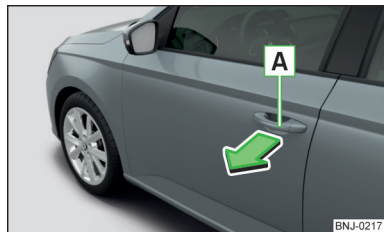

Fig. 47
- Para **abrir desde afuera**, desbloquear el vehículo y tirar en el tirador **A** en el sentido de la flecha » fig. 47.